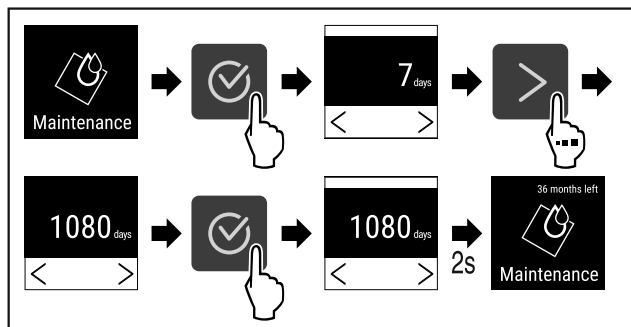

Fig. 69
- Complete steps (see Fig. 69).